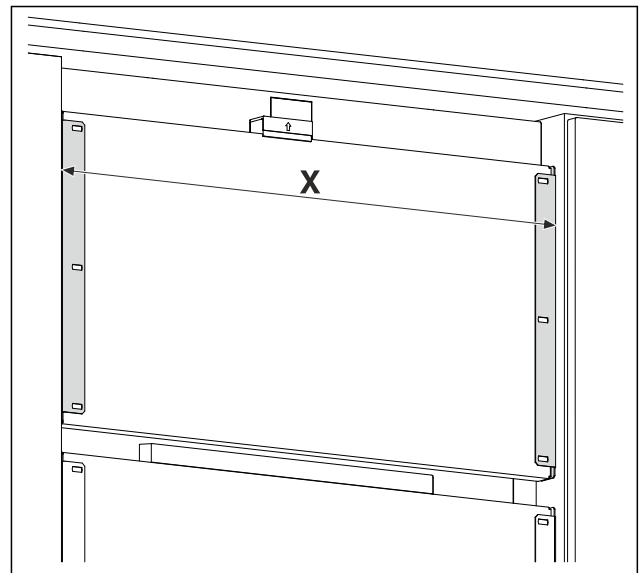

Fig. 19 Beispielhafte Darstellung
- ▶ Abstand Fig. 19 (X) zwischen den Außenkanten der Haltewinkel messen.